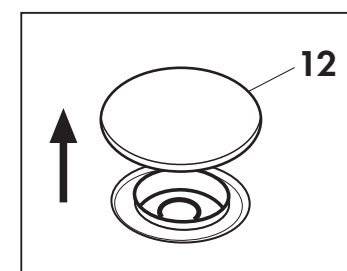

Fig. 4
Versare acqua nel serbatoio dopo aver tolto il tappo (12) (Fig. 4).